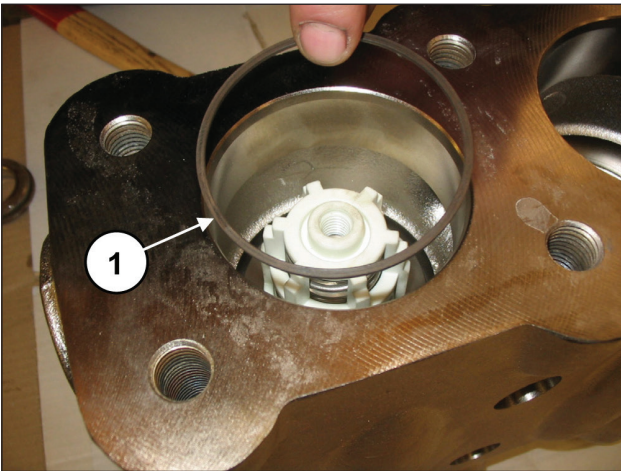

Abb. 109
Setzen Sie den Stützring ein, Pos. 16 Explosionszeichnung (Pos. ①, Abb. 109).